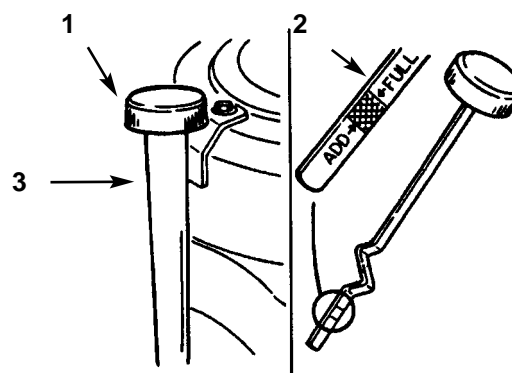

Fig. 18
3. Pulite attorno all'asta di misurazione del livello dell'olio (Fig. 18) perch  lo sporco non penetri nel foro di riempimento, danneggiando il motore.
4. Svitare l'asta di misurazione dell'olio e pulitene l'estremit  di metallo (Fig. 18).
5. Avvitare l'asta di misurazione del livello dell'olio a fondo sul tubo di riempimento (Fig. 18). Svitare di nuovo l'asta ed osservarne l'estremit  di metallo: se il livello dell'olio   basso, versate lentamente nel tubo di riempimento abbastanza olio da portare il livello alla tacca "FULL".
7. Versate lentamente nel tubo di riempimento (Fig. 18) circa l'80% del quantitativo di olio indicato. Ora verificate il livello; vedi *Verifica del livello dell'olio*. Rabboccate lentamente fino a raggiungere la tacca di pieno (FULL) sull'asta di livello.